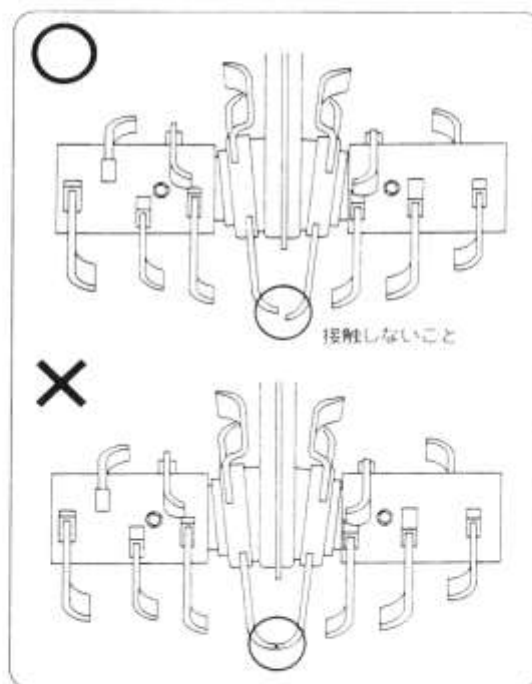

図38
- ❷ クロス刃受を手で回転させて左側と右側の爪が接触していないことを確認してください。(図38)